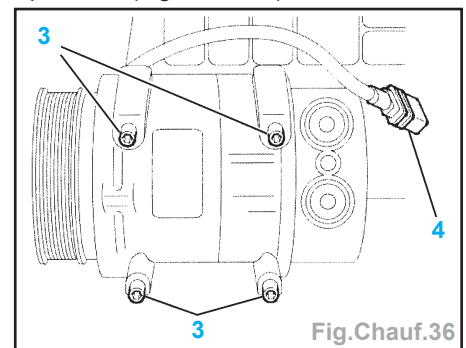

Fig.Chauf.36
- Débrancher le connecteur (4) du compresseur (Fig.Chauf.36).